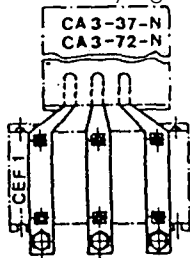

Fig. 4
**3.3.1 Avec 3 vis M6 aux barres de courant CEF 1-VE adaptées aux contacteurs et aux combinaisons de contacteurs CA 3-37-N...CA 3-72-N de Sprecher + Schuh (Fig. 4)**
**3.3.1 With matching conductor bars CEF 1-VE and three M6 connection screws onto a Sprecher + Schuh contactor or contactor combination using CA 3-37-N...CA 3-72-N contactors (Fig. 4)**
Sprecher + Schuh-Schütze und an Schützkombinationen mit CA 3-37-N...CA 3-72-N (Fig. 4).